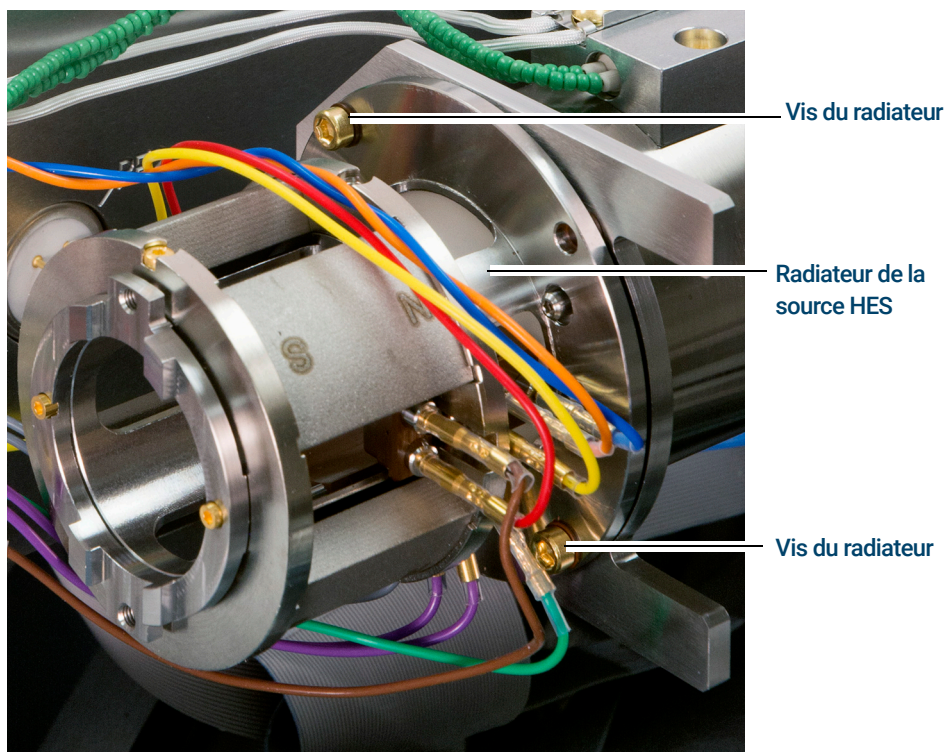

Figure 72. Fixation du radiateur de la source EI HES
- 1 Placer le radiateur sur les broches de guidage sur le support de l'analyseur et utiliser un tournevis Torx T10 pour les fixer à l'aide de (2) vis plaqué or M3 x 12 (G7002-20110). (Voir **Figure 72** page 244.)